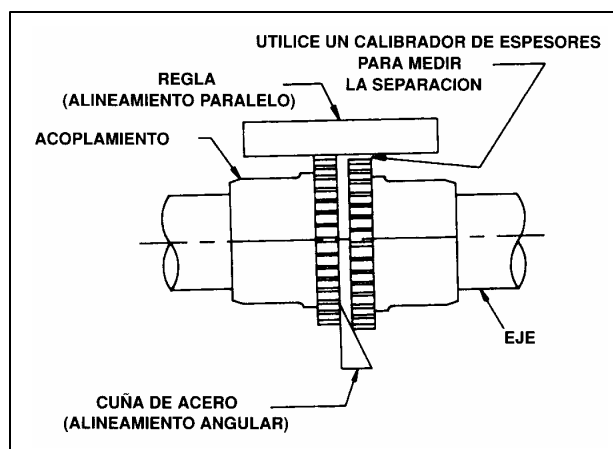

Figura 2
1.- Alinee el acoplamiento dentro de los límites del fabricante para desalineamiento paralelo y angular (ver Figura 2). Se puede utilizar un indicador de cuadrante o de láser para el alineamiento donde se requiera una mayor precisión. Los ajustes deben hacerse moviendo el motor para cambiar el ángulo de rotación del eje y por el uso de cuñas de base para cambiar la altura del eje del motor. No mueva el eje o el cojinete del ventilador.